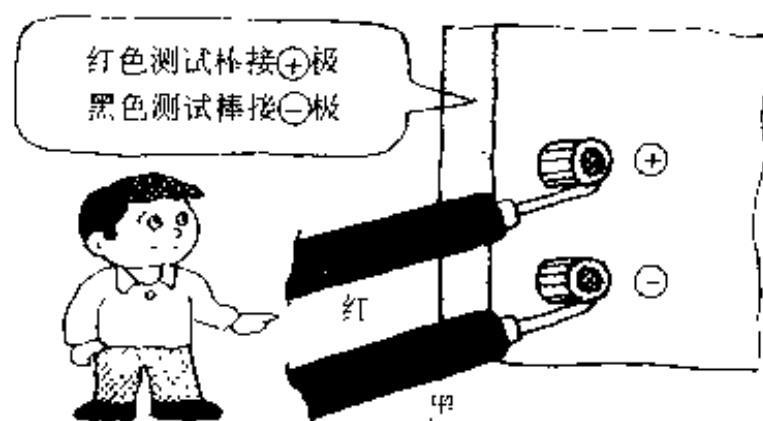

图 11 测试棒和极性
- ① 调整 DC(V)测量范围, 如果知道被测值, 就将测量范围设定得比该值大; 若不知道被测值时, 就设定在最大量程;
- ② 接触测试棒(参见图 11);